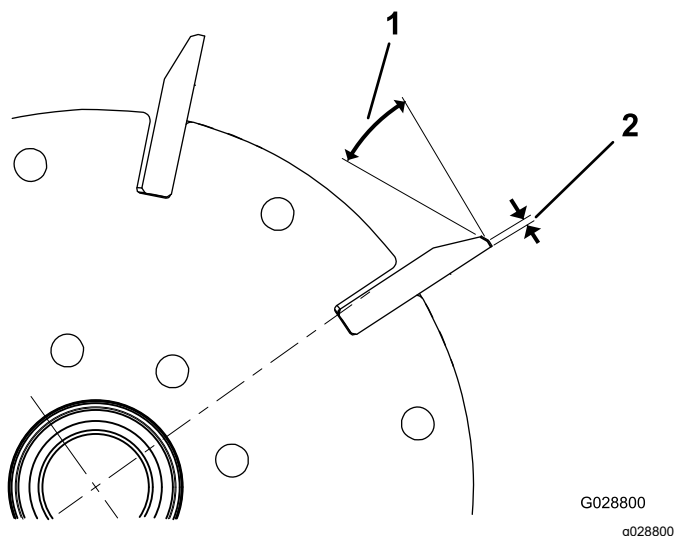
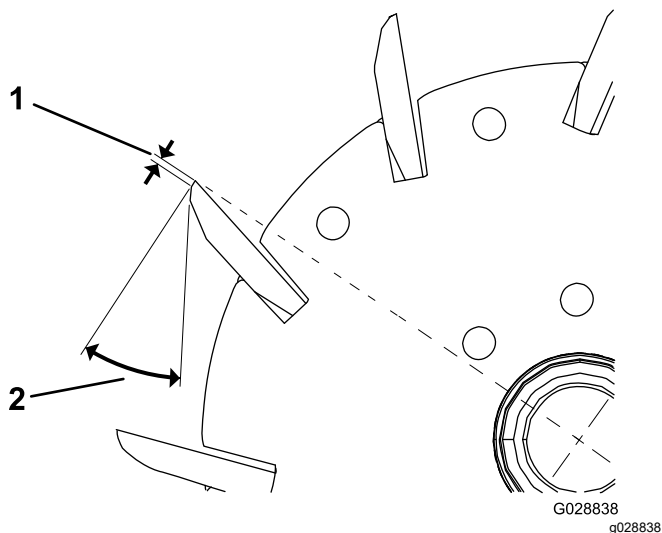

図 34
図 35
1. 全部のリール刃に 30°の角度で2番削りを行って、ランド部の幅を 1.3 mm にしてください 図 34と図 35。